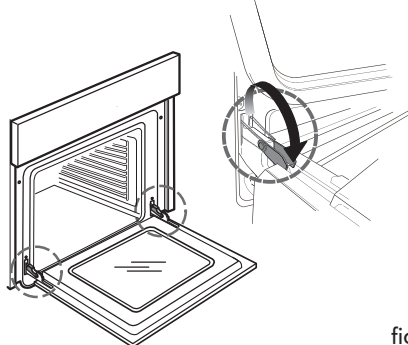

fig 1
2. Aixeca els ganxos i empença'ls al màxim cap endavant (Fig. 1).